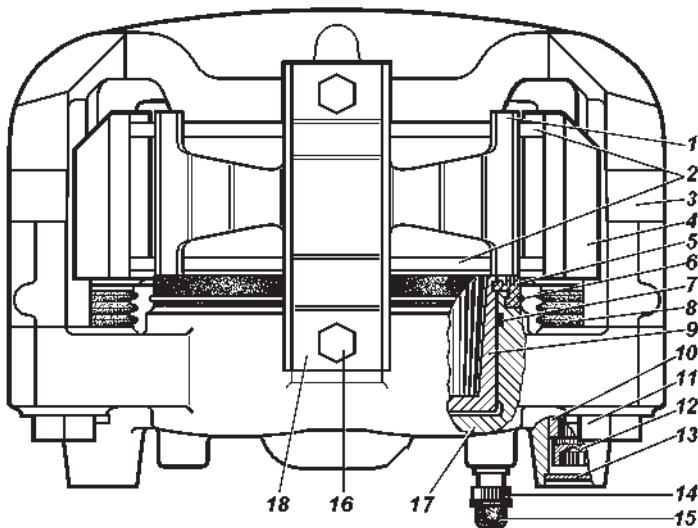

Рис. 9.25. Передние дисковые тормоза:
**Дисковые тормозные механизмы передних колес.** Для осмотра тормозных колодок 2 (рис. 9.25) установите автомобиль на горизонтальной площадке, затормозите стояночным тормозом. Осмотр колодок проводите через окно в суппорте 4. Если фрикционные накладки износились до толщины 1,5-2,0 мм, то замените колодки новыми. Замену производите на обоих передних тормозах.
После снятия барабана убедитесь в отсутствии течи из колесных цилиндров, а также в надежности крепления колесных цилиндров к щитам. Обращайте внимание на состояние защитных колпаков 7 (рис. 9.25) колесных цилиндров и их установку, степень износа фрикционных накладок, а также состояние тормозного барабана.